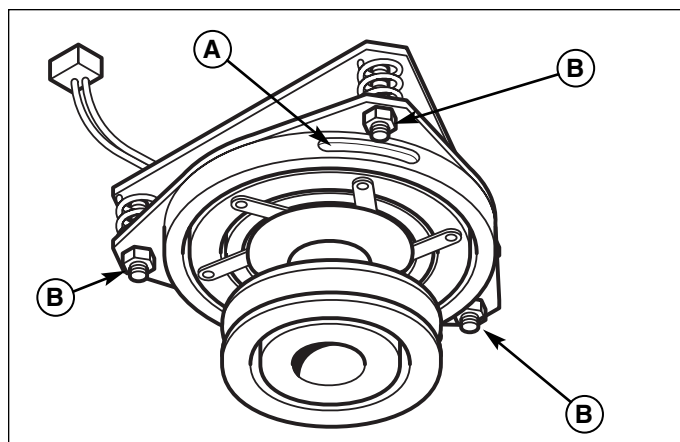

Figure 34. Réglage de l'embrayage de la PDF
2. Voir la figure 34. Noter la position des 3 orifices de réglage (A) situés sur le côté de la plaque de freins et les écrous de réglage à filetage autofreinant (B).
4. Serrer alternativement les écrous de réglage (B, figure 34) jusqu'à ce que la face du rotor et la face de l'induit entrent juste en contact avec la jauge.